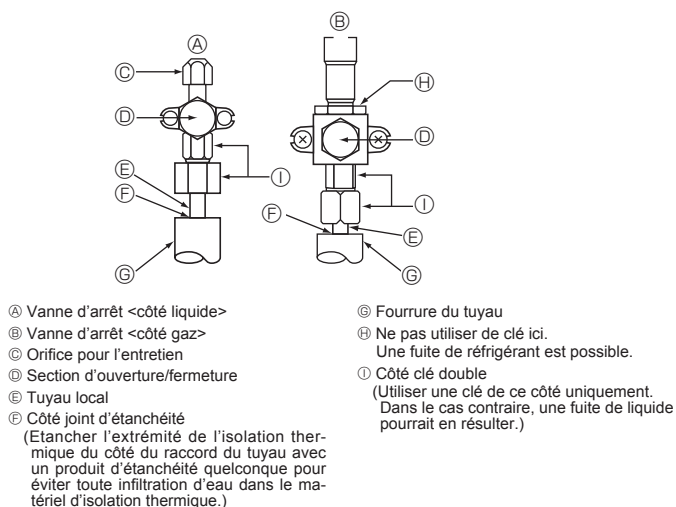

Fig. 4-5
- ① Effectuer les raccordements des tuyaux de réfrigérant de l'appareil intérieur/extérieur lorsque la vanne d'arrêt de l'appareil extérieur est complètement fermée.
- ② Faire le vide d'air de l'appareil intérieur et des tuyaux de raccordement.
- ③ Une fois les tuyaux de réfrigérant raccordés, vérifier les éventuelles fuites de gaz dans les tuyaux raccordés et l'appareil intérieur. (Voir 4.4. Test d'étanchéité des tuyaux de réfrigérant.)
- ④ Une pompe à vide haute performance est branchée sur l'orifice de service de la vanne d'arrêt de liquide de façon à maintenir une dépression suffisamment longue (1 heure minimum une fois que le relevé -101 kPa (5 Torr)) est atteint pour sécher sous vide l'intérieur des tuyaux. Toujours contrôler le degré de dépression indiqué par le manomètre. Si les tuyaux présentent toujours une certaine humidité, le degré de dépression peut ne pas être atteint suite à une opération de séchage sous vide brève. Suite à l'opération de séchage sous vide, ouvrir complètement les vannes d'arrêt (de liquide et de gaz) de l'appareil extérieur. Ceci permet de relier complètement les circuits de refroidissement des appareils intérieur et extérieur.
- ⑤ Appliquer un agent d'étanchéité sur les extrémités de l'isolation thermique autour des sections de raccordement des tuyaux afin d'empêcher l'eau de pénétrer dans l'isolation thermique.
4.4. Test d'étanchéité des tuyaux de réfrigérant (Fig. 4-5)